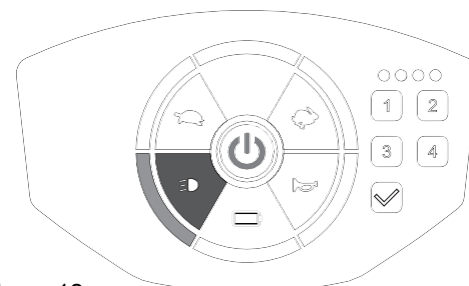

Figura 12
- Apague pulsando de nuevo el botón. La luz [🔦] se apagará en el panel. (Figura 12)